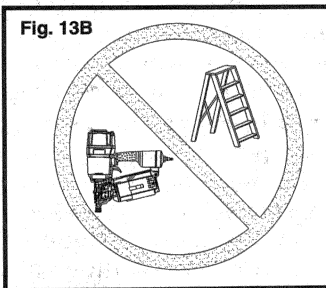

Fig. 13B
24. NE PAS UTILISER SUR UN ÉCHAFAUDAGE OU SUR UNE ÉCHELLE ou pour des tâches qui nécessitent l'usage d'échafaudages, d'échelles, d'escaliers etc. pour changer de place. Ne pas utiliser pour certains travaux spécifiques tels que la fermeture de caisses ou de boîtes ou pour attacher des systèmes de sécurité des transports sur des véhicules ou des fourgons. Fig. 13B.